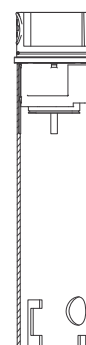

Abb. 7
- 2.11 Mit dem Montageschlüssel den Messeinsatz ins UPT führen (Abb. 7). Dabei auf Durchflussrichtung gemäß Pfeil im UPT und unten am Messeinsatz achten (O-Ring und 7 Löcher am Einlauf, Buchse im Auslauf).